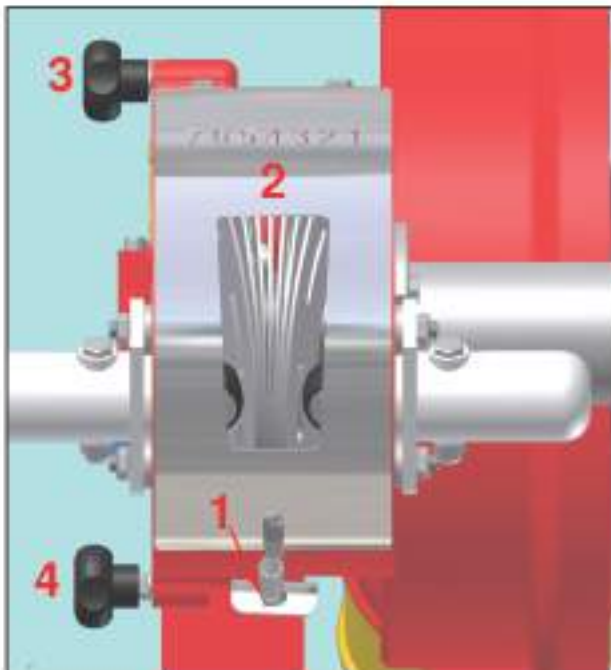
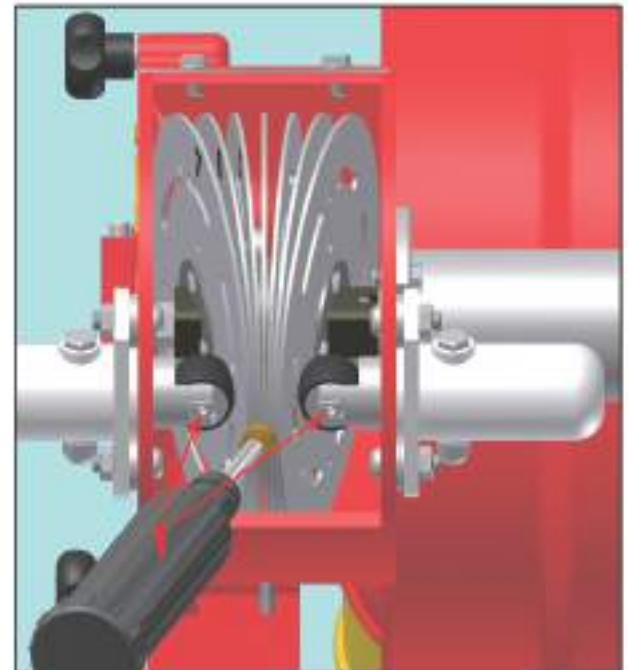

FIG. 3
FIG. 4
- a **INGRASSAGGIO.** Togliere la protezione dei dischi (Fig. 3, punto 1,2). Introdurre il grasso con l'apposito strumento in dotazione, nelle parti 1, fig. 4. E' consigliabile effettuare tale operazione ogni 4 ore circa di lavoro.
Per accedere al blocco spiumaggio togliere la protezione dei dischi (fig. 3, punto 1,2), svitare i due punti 3 e 4 (Fig. 3), aprire la portella, sfilare i dischi e pulirli. Pulire le parti interne del vano dischi ogni 8 ore di lavoro circa.